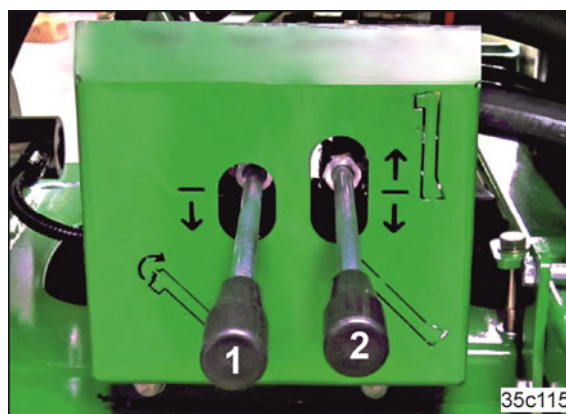

Fig. 232
4. Tryk håndtaget (Fig. 232/2) ned, indtil fyldesneglen er klappet helt ud.
7. Tryk håndtaget (Fig. 232/1) nedad.
10. Tryk håndtaget (Fig. 232/2) op, indtil fyldesneglen er klappet helt ind.